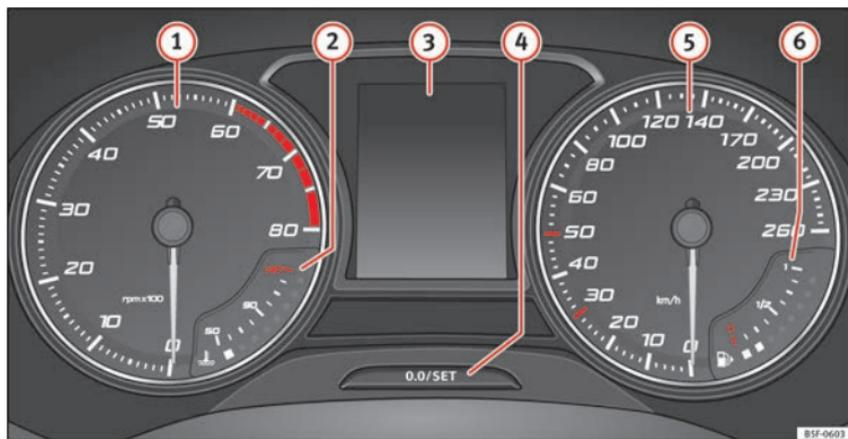

Fig. 109 Combiné d'instruments à l'avant.
Explications concernant les cadrans » fig. 109 :
Le compte-tours indique le nombre de tours du moteur par minute » fig. 109 ①.
L'aiguille du compte-tours ① » fig. 109 ne doit rester que peu de temps dans la zone rouge : risque d'endommagement du moteur.
Lors de la mise du contact d'allumage, l'écran du tableau de bord » fig. 109 ③ affiche diverses informations en fonction de l'équipement du véhicule :
- Appuyez brièvement sur le bouton **» fig. 109**  pour remettre le compteur kilométrique journalier à 0.
- Pour régler l'heure, maintenez enfoncé le bouton **» fig. 109**  pendant plus de 3 secondes afin de sélectionner l'indicateur des heures ou des minutes.
Maintenez enfoncé le bouton **» fig. 109**  pendant plus de 15 secondes pour afficher les lettres-repères du moteur (MKB) du véhicule. Pour cela, le contact d'allumage doit être mis et le moteur coupé.
L'indicateur de température du liquide de refroidissement **②** »» fig. 109 ne fonctionne que lorsque le contact d'allumage est mis. Pour éviter d'endommager le moteur, veuillez tenir compte des remarques suivantes, relatives aux plages de température.